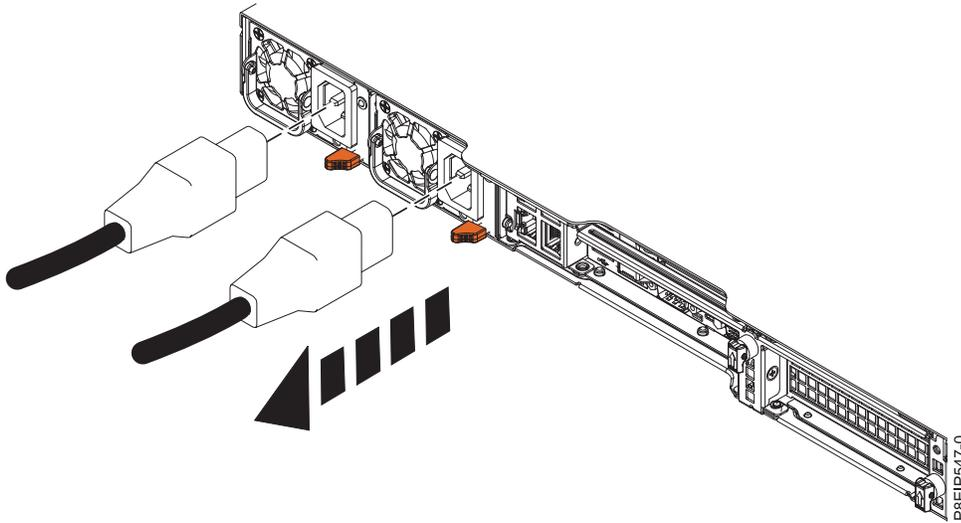

Figura 71. Removendo os cabos de energia do sistema
2. Rotule e desconecte os cabos de energia da unidade de sistema conforme mostrado na Figura 71 na página 78.